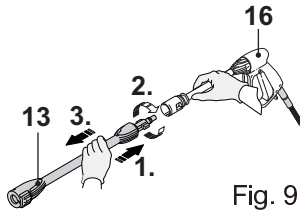

Fig. 9
1. La buse turbo (14) doit toujours être montée sur la rallonge de canon (13) (Fig. 9).